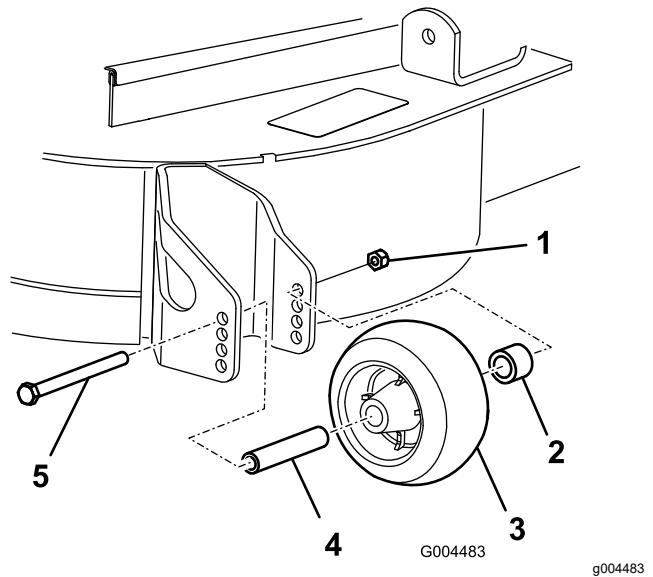

Bild 10
3. Nach dem Einstellen der Schnitthöhe sollten Sie die Rollen einstellen. Nehmen Sie die Bundmutter, die Büchse, das Distanzstück und die Schraube ab (Bild 10).
5. Setzen Sie die Bundmutter, die Buchse, das Distanzstück und die Schraube ein. Ziehen Sie sie bis auf 54-61 Nm an (Bild 10).